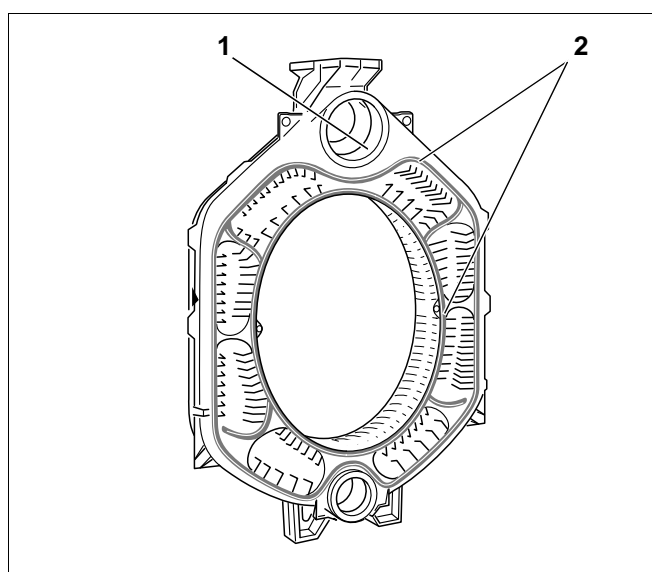

Fig. 12
- Smør nippelgangene med møjje (Fig. 12, **pos. 1**).
- Smør tætningsfladerne med klæbemiddel (hæftegrund) (Fig. 12, **pos. 2**).